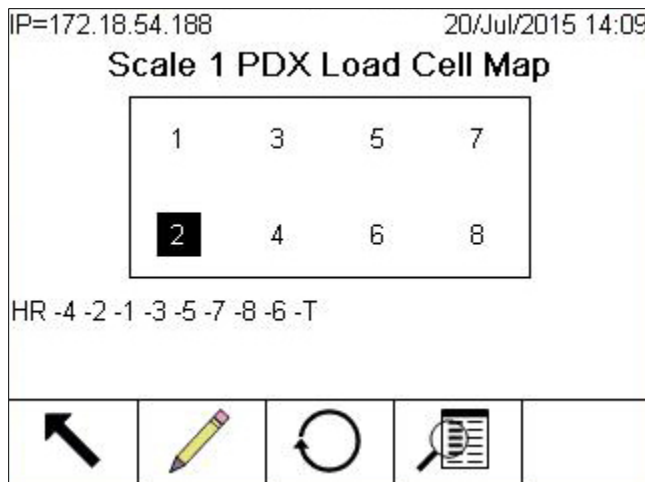

Figure 3-170 : Mappage du capteur PDX terminé
10. Appuyez sur la touche programmable OK pour confirmer. Pour cette simple disposition de plate-forme unique, le mappage (et la séquence des capteurs au bas de l'écran) va maintenant ressembler à celui illustré à la Figure 3-170.